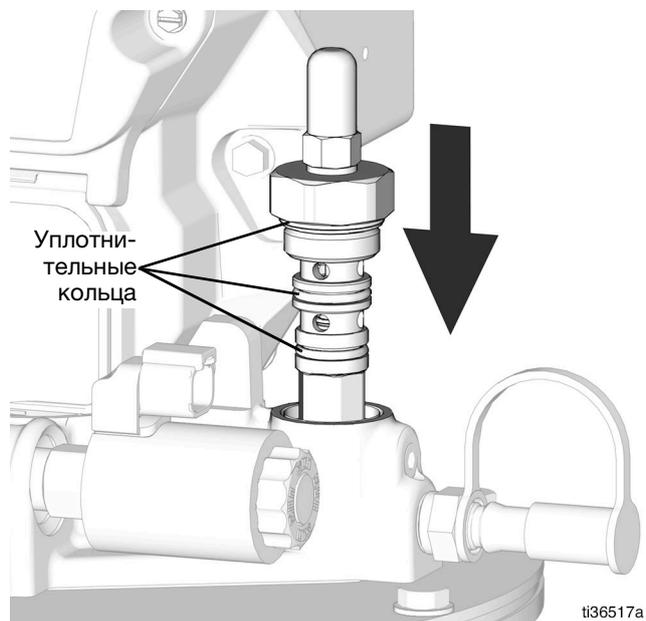

Рис. 6
5. Смажьте консистентной смазкой наружную поверхность трех (3) уплотнительных колец картриджа защиты от переполнения Compact Dyna-Star (Рис. 6).
6. Установите картридж защиты от переполнения Compact Dyna-Star (Рис. 6).